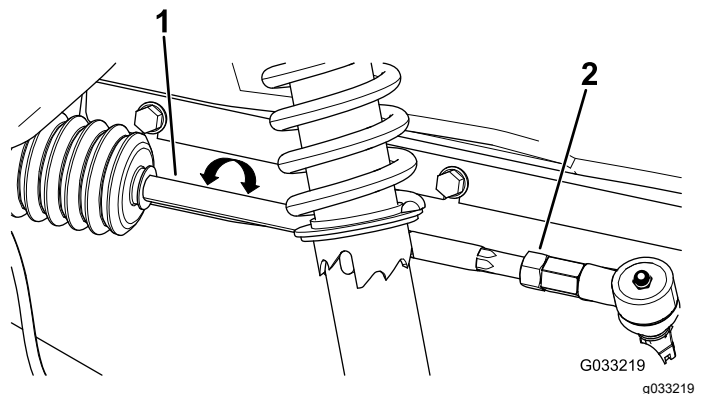

Figure 53
- Si les mesures ne sont pas comprises entre 0 et +/-3 mm, desserrez les écrous de blocage aux deux extrémités extérieures des biellettes (Figure 53).